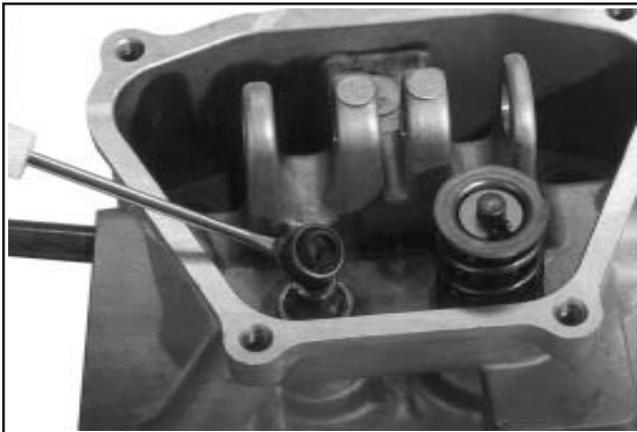

Figure 9-44. Retirez le joint de la tige de soupape d'admission.
4. Retirer et remplacer le joint de tige de soupape d'admission quand la culasse est révisée ou démontée. Voir la figure 9-44.